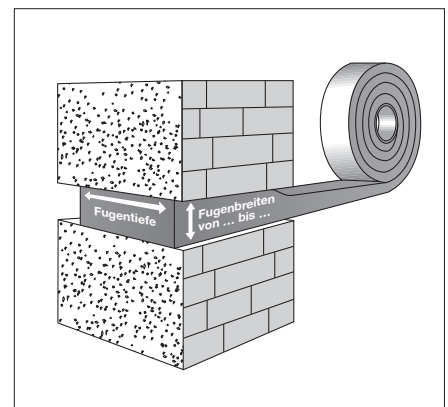

Bild 4: Einsatzbereich
- Nach Ermittlung der Bauteiltiefe und Fugenbreite (Bild 4) die Banddimension entsprechend der Tabelle wählen. Darauf achten, dass das Band vollflächig anliegt.